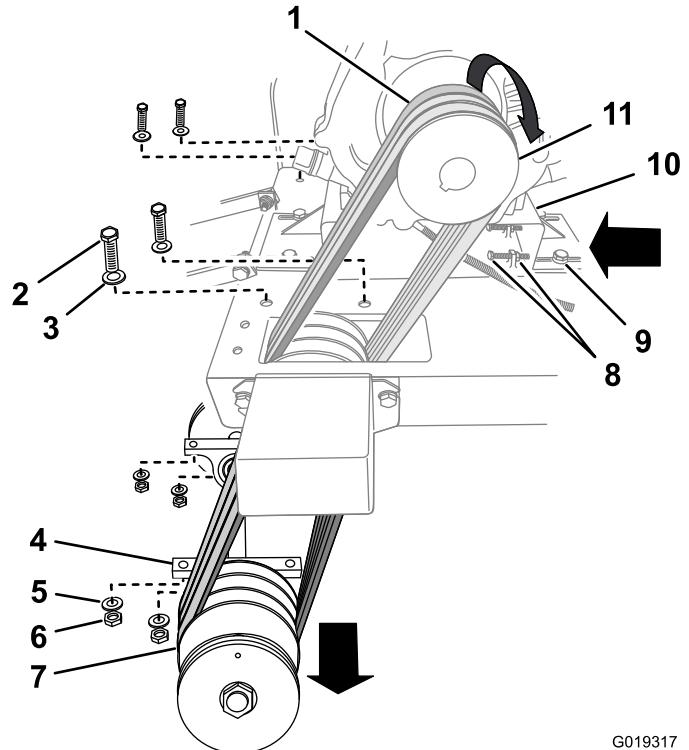

Figura 56
- Sujetando el eje del disco, retire los pernos, las arandelas y las tuercas que sujetan los cojinetes del eje a la cara inferior de la base de la máquina (Figura 56).
- Coloque las correas sobre la polea del eje de transmisión (Figura 56).
- Retire el eje y las correas de la base de la máquina (Figura 56).
- Alinee las correas nuevas (o una combinación de correas nuevas y reutilizables) sobre la polea del eje del disco de corte (Figura 56).
- Desde debajo de la base de la máquina, pase las correas por el hueco de la polea del eje del disco y alinee los cojinetes del eje del disco con los taladros de montaje de la base (Figura 56).